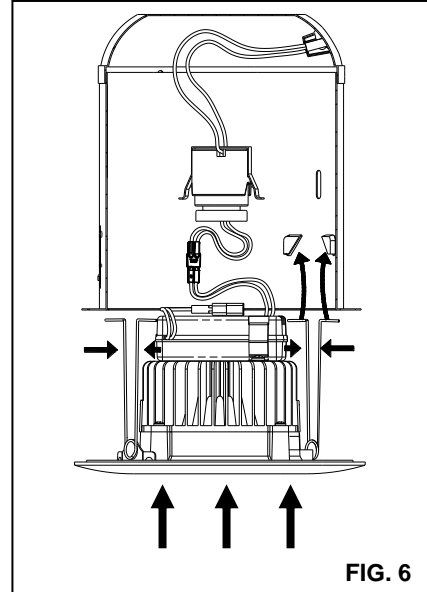

FIG. 6
4. Si vous utilisez des RESSORTS DE TORSION, serrez les deux pattes à RESSORTS DE TORSION l'une contre l'autre et insérez-les dans les FENTES DE RESSORT DE TORSION (ou SUPPORTS DE RÉCEPTION) du BOÎTIER. (FIG. 6)
5. Rentrez tous les fils dans le BOÎTIER et poussez doucement la GARNITURE DE RÉNOVATION dans le BOÎTIER. (À NOTER: dans le cas de boîtiers peu profonds, placez soigneusement le SUPPORT ADAPTATEUR et la DOUILLE contre le côté le plus du TRANSFORMATEUR DEL avant d'insérer la GARNITURE DE RÉNOVATION dans le BOÎTIER.) (FIG. 6)
2. Si vous utilisez des RESSORTS DE TORSION, serrez les deux pattes à RESSORTS DE TORSION l'une contre l'autre et insérez-les dans les FENTES DE RESSORT DE TORSION (ou SUPPORTS DE RÉCEPTION) du BOÎTIER. Rentrez tous les fils dans le BOÎTIER et poussez doucement la GARNITURE DE RÉNOVATION dans le BOÎTIER. (FIG. 6)